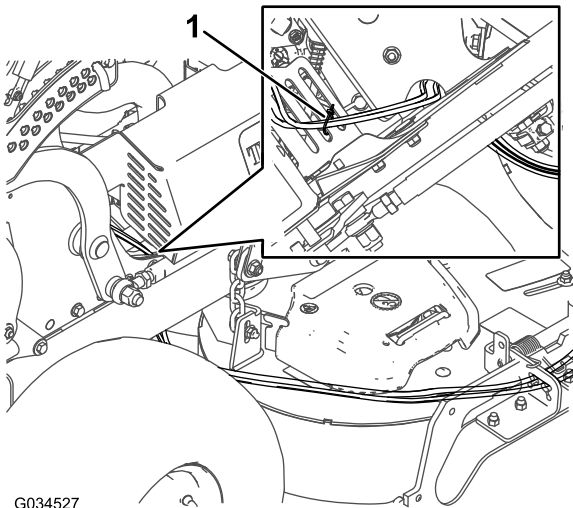

Figure 9
10. Utilisez des serre-câbles pour fixer les câbles à la grille de protection du ventilateur, à l'écart des pièces mobiles (Figure 9).